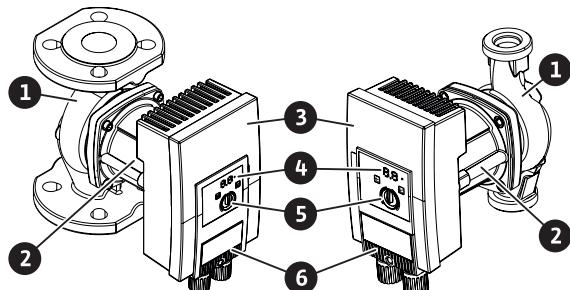

Fig. 1: Pumba ülevaade
Mootori korpupeal on reguleerimismoodul (Fig. 1, pos 3), mis reguleerib pumpa ja muudab SSM-liidese kasutatavaks. Pöörlemiskiirust või röhkude vahet reguleeritakse valitud rakenduse või reguleerimisfunktsiooni põhjal. Kõikide röhkude vahe reguleerimise funktsionide puhul kohandub pump pidevalt süsteemi muutuvu võimsustarbega.